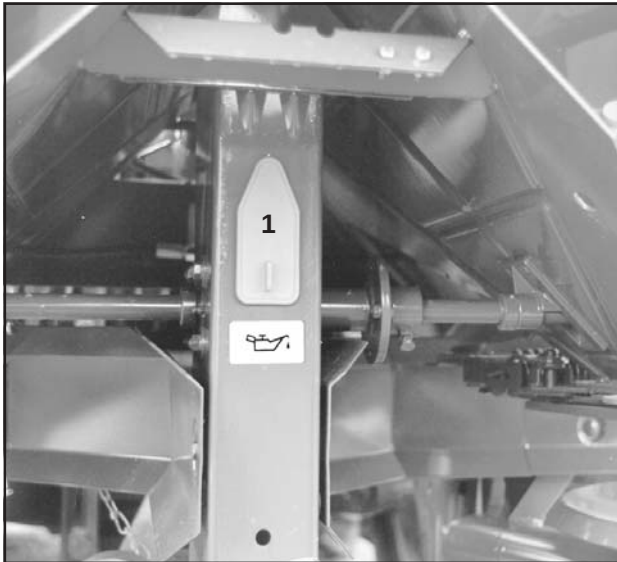

Fig. 9.1
2. Røreaksel - drivkæden renses og indfedtes (fig. 9.1/1).